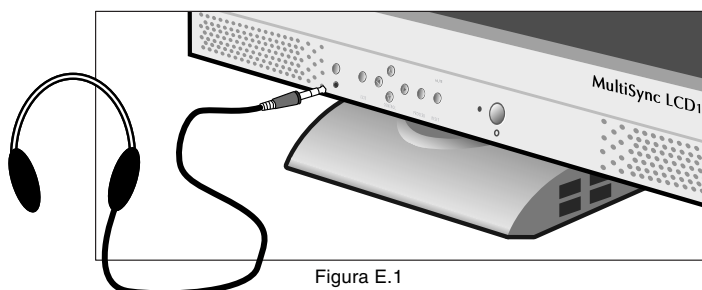

Figura E.1
5. Los auriculares pueden conectarse a la salida "Headphones" en la parte frontal del bisel del monitor marcada con "C" (Figura E.1). Mientras los auriculares estén conectados el sonido de los altavoces permanecerá desactivado. Puede adquirir unos auriculares en tiendas de productos electrónicos.